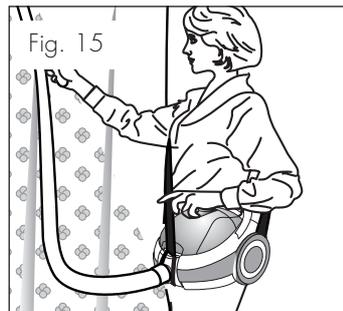

Fig. 15
Para posibilitar el empleo versátil de su aparato utilice el cinturón para llevar sobre el hombro (P) que se puede montar fácilmente en el aparato (fig. 15).